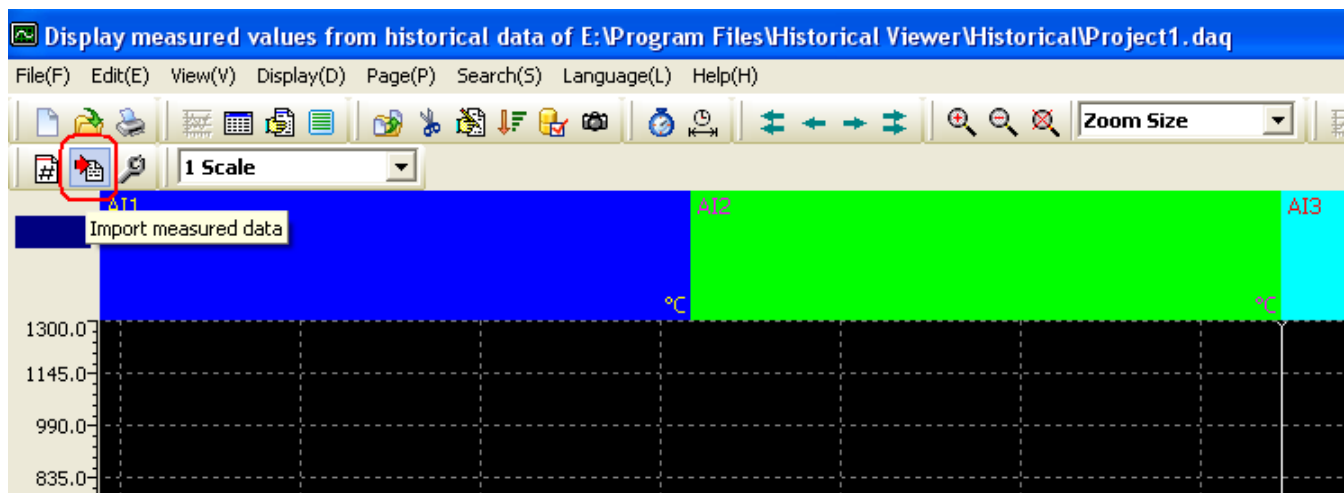

Рисунок 90
- 4) Кликните «Импортировать измеренные данные» (рисунок 90).